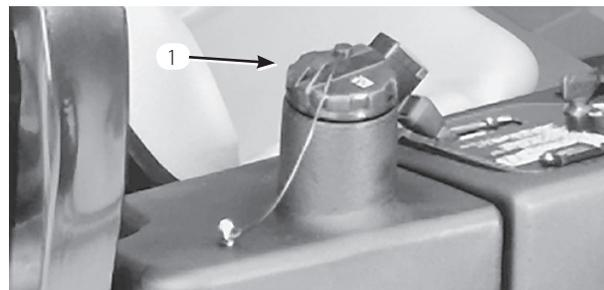

図 16
2. 油圧オイルタンクの注油口周辺をきれいに拭く (図16)。キャップを外す。